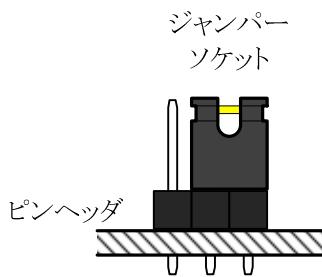

図 2 2 ジャンパーソケットの差し込み方
- ⑯ ジャンパーソケット (JS1) の挿入向きは、図 2 2 に示すとおりとする。
- ⑰ マトリクス LED の下に開いている取付け穴には、図 2 3 に示すように M2×11mm のスペーサーをセットなべ小ねじで取付ける。このスペーサーは、スイッチ等の操作をしたときに、組立て基板と制御ボードが接触することを防ぐためのものである。